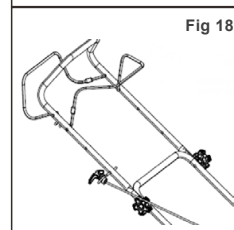

Fig 18
4. Odata motorul pornit, puneti cablul demarorului in ghidajul de cablu ca in Fig. 18